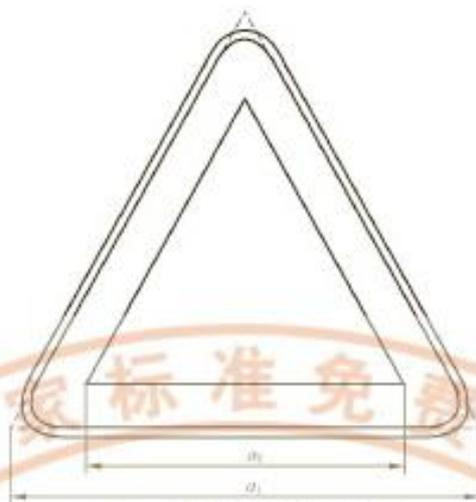

图 2 警告标志的基本型式
4.2.1 警告标志的基本型式是正三角形边框，如图 2 所示：